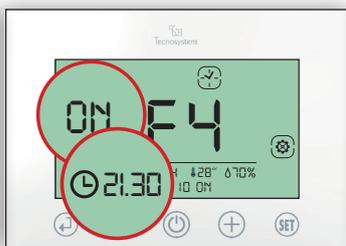

Fig.40
4.2 Impostare l'ora di accensione ON della fascia F4 (21.30) e confermare con (↩). (Fig.40)